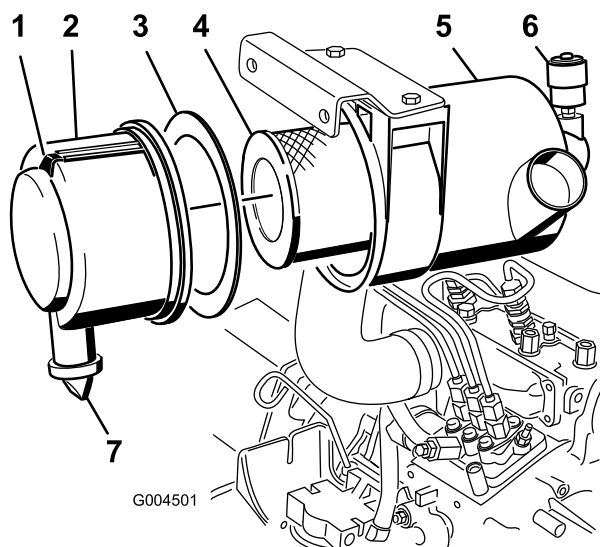

Figura 45
- Effettuate la manutenzione dell'elemento filtrante quando la spia (Figura 45) diventa rossa, oppure ogni 400 ore (più spesso in condizioni estreme di polvere o morchia). Non eccedere nella revisione del filtro dell'aria.
1. Tirate il fermo verso l'esterno e ruotate il coperchio del filtro in senso antiorario (Figura 45).
2. Togliete il coperchio dal corpo del filtro dell'aria (Figura 45).
4. Togliete il filtro primario e sostituitelo (Figura 45).
6. Verificate che la guarnizione in schiuma sintetica sia stata montata nel coperchio e che non sia strappata o danneggiata (Figura 45). Se è danneggiata, sostituirla.
A. Togliete la valvola di uscita in gomma dal coperchio (Figura 45).
10. Se la spia è rossa, azzerate l'indicatore (Figura 45).